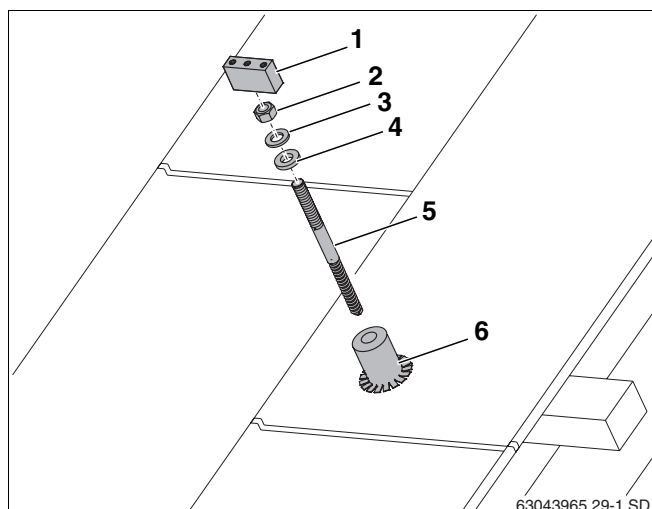

fig. 27 Instalação sobre o telhado de chapa
Em vez dos ganchos para telhados, devem ser instaladas varas roscadas (fig. 27, **item 5**) para a fixação dos perfis. Durante a instalação, tenha atenção às distâncias a serem mantidas (w, x e y) das varas roscadas (tab. 5 e tab. 6, página 14).
Para garantir a estanqueidade do telhado, é necessário, para as varas roscadas (fig. 27, **item 5**) soldar mangas (fig. 27, **item 6**) fornecidas pelo instalador, à chapa.